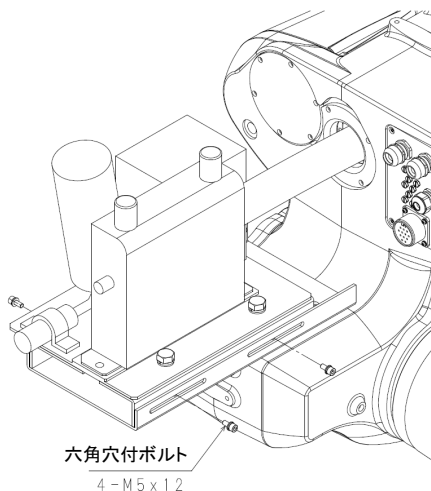
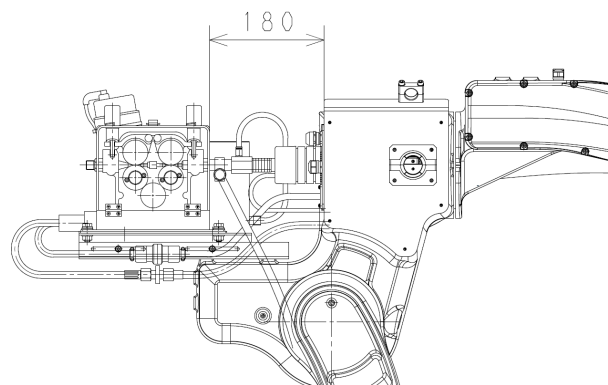

図 1.6 固定ブラケットの取り付け(手順 3)
図 1.7 ワイヤ送給装置取り付け外観図(手順 3)
3. 図1.6と図1.7を参考に、固定ブラケットAと固定ブラケットBを4本の六角穴付ボルト(M5×12)にて仮止めします。最終調整は図2.4や図2.9のようにJT5軸を135°にしたとき、一線式パワーケーブルがR100くらいになるよう取り付けてください。